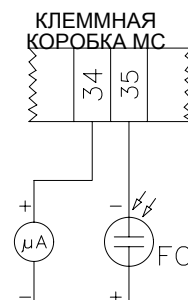

Рис. 38 - Детектирование с фотоэлементом QRA..
- Проверить и аккуратно почистить фотоэлемент UV улавливания пламени и, если необходимо, заменить его. В случае возникновения сомнения, проверить контрольный контур, после того, как горелка будет вновь запущена, согласно схеме на Рис. 38;
Чтобы проверить ток у контрольного фотоэлемента, следуйте схемам на Рис. 38. Если электрический импульс ниже указанного значения, проверьте положение контрольного фотоэлемента, электрические соединения и, при необходимости, замените фотоэлемент.